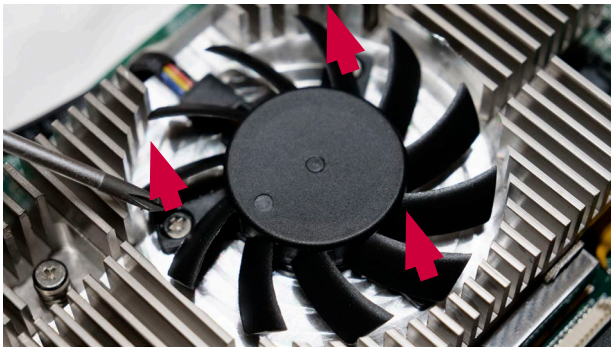

Figura 29: Extracción de los tornillos del ventilador
b) Afloje los tres tornillos que fijan el ventilador en su posición (Figura 29)
- f) **Coloque y apriete los tres tornillos (par de apriete máx. 0,3 Nm) que fijan el ventilador en su posición (véase la Figura 29)**